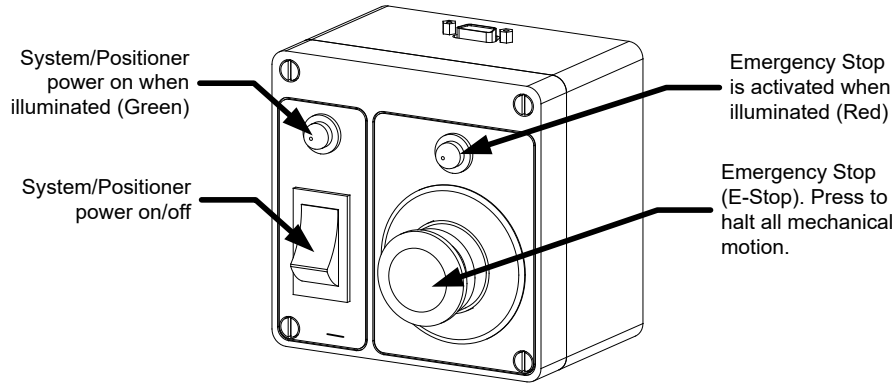

Figure 13. Boîtier d'alimentation dans la salle de commande
3. Mettez le système sous tension. Sur le panneau d'alimentation à distance (situé dans la salle de commande), maintenez l'interrupteur à bascule en position **Marche** (« I ») pendant environ 1 seconde jusqu'à ce que le témoin d'alimentation vert s'allume (**Figure 13**).